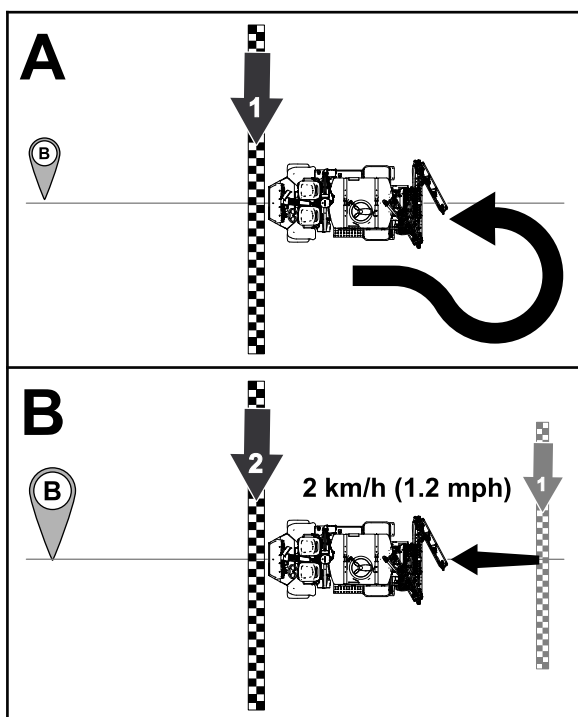

Figura 170
8. Antes de llegar al punto B, ajuste la velocidad de avance de la máquina a 2 km/h y engrane el bloqueo del acelerador de la máquina (Figura 170).